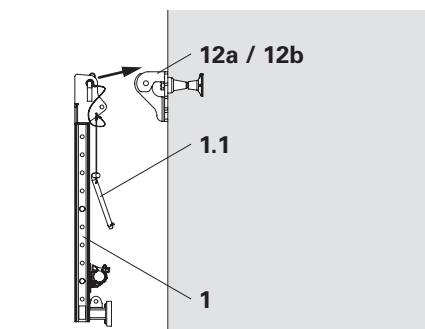
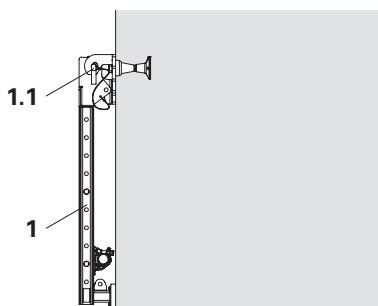

Fig. B1.12
Fig. B1.13
3. Montare un tubo di impalcatura. (Fig. B1.12 + Fig. B1.13)